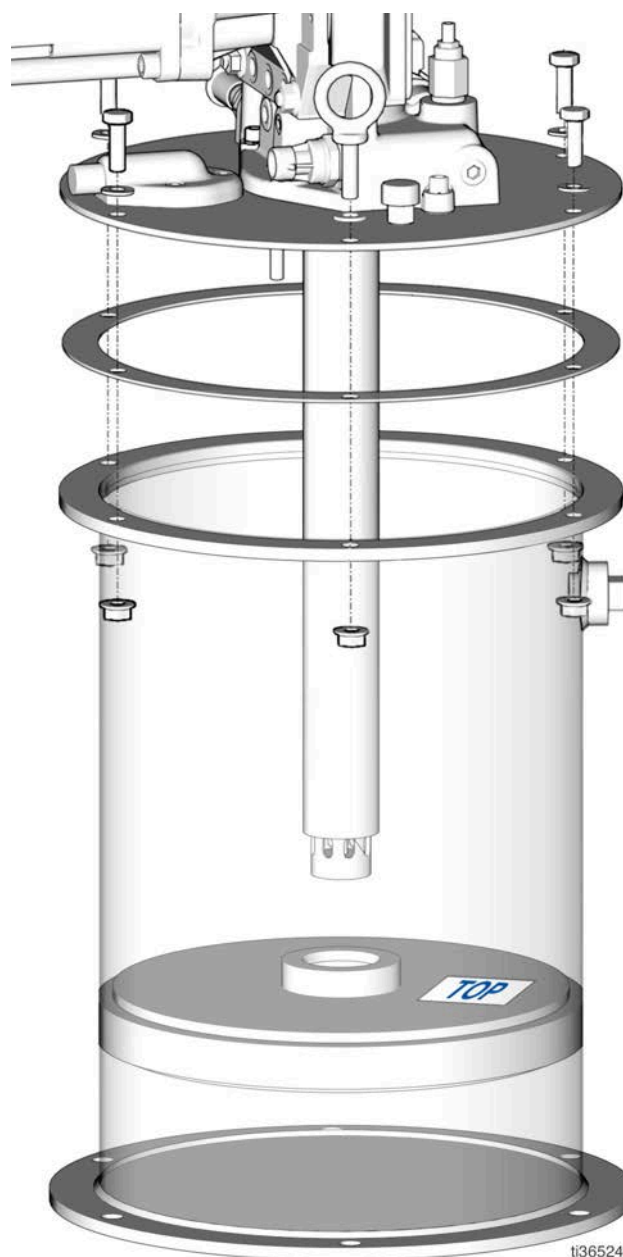

FIG. 13
- Vuelva a colocar la tapa, la junta del tanque y la bomba en el tanque (FIG. 13).